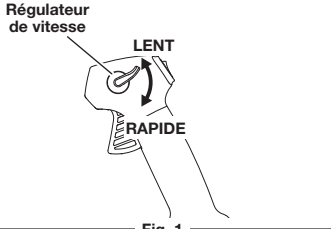

Fig. 1
1. Dès que le moteur a démarré et qu'il est chaud, actionnez la gâchette pour accélérer l'appareil (Fig. 1).
2. Pour des périodes d'utilisation plus longues et pour éviter l'engourdissement des doigts, placez le régulateur de vitesse en **position RAPIDE** pour augmenter progressivement ou maintenir la vitesse du moteur de l'appareil (Fig. 1). Lorsque vous appuyez sur le régulateur de vitesse, la gâchette s'enfonce dans la poignée.
3. Pour diminuer la vitesse du moteur, déplacez le régulateur de vitesse vers la **position LENTE** : la gâchette revient alors en position de ralenti (Fig. 1).